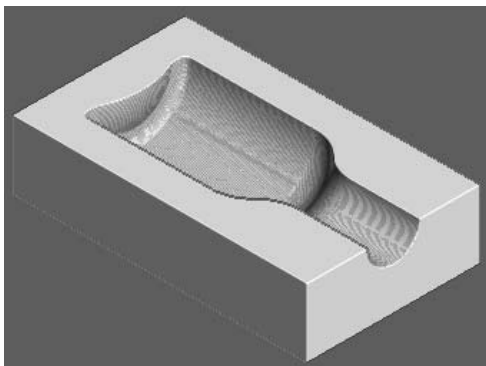

图 5-144 仿真加工结果 4
2) 在“仿真”工具栏的“当前刀具路径”下拉列表中选择要模拟的刀具路径 finish4，然后单击“执行”按钮, 系统开始自动仿真加工，仿真加工结果如图 5-144 所示。